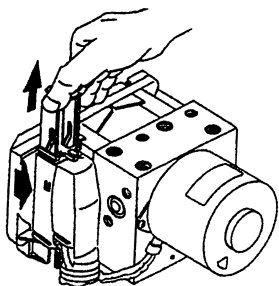

图 1-17 拔下 ABS ECU 25 针插头
- (1) 关闭点火开关，拆下蓄电池及支架。
- (2) 从 ABS ECU 上拔下 25 针插头，如图 1-17 所示。